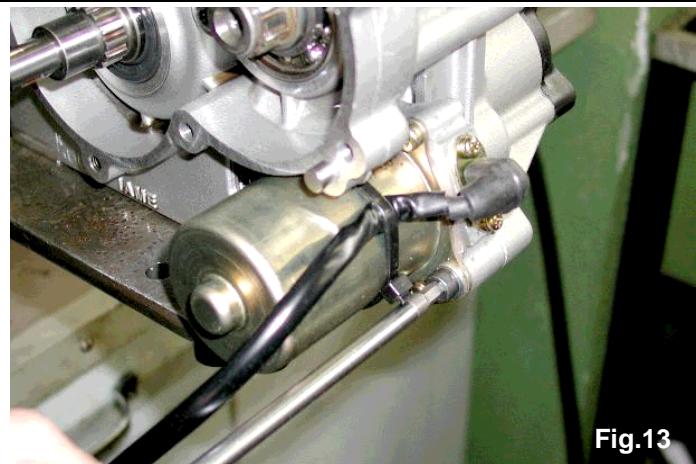

Fig.13
- DEVISSER N° 2 VIS BTR M6x35 (voir Fig.13).